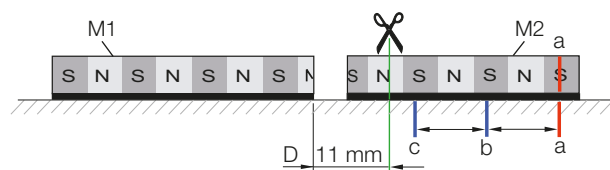

Fig. 4-11: Taglio a 11 mm
7. Tagliare il corpo di misura M2 in modo che la distanza D tra i due corpi di misura corrisponda a 11 mm (larghezza 1 coppia poli + 1 mm per il posizionamento fine). Lo spazio tra le due estremità del corpo di misura definisce il punto di taglio (Fig. 4-11).